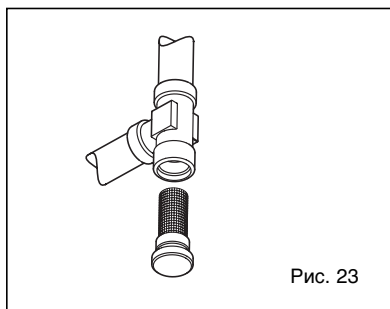

Рис. 23
4.4.2 Очистка фильтрующей системы "Aqua Guard Filter System" (рис. 23)
4.4.3 Функция сушки стяжки (рис. 23/a)